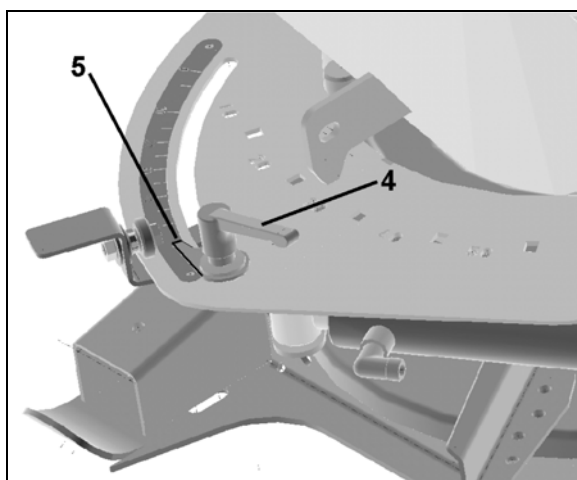

Fig. 37
2. Desserrez la poignée (Fig. 37/4).
3. Réglez la pointe repère (3) sur la valeur souhaitée de l'échelle graduée à l'aide de la poignée (Fig. 37/5).